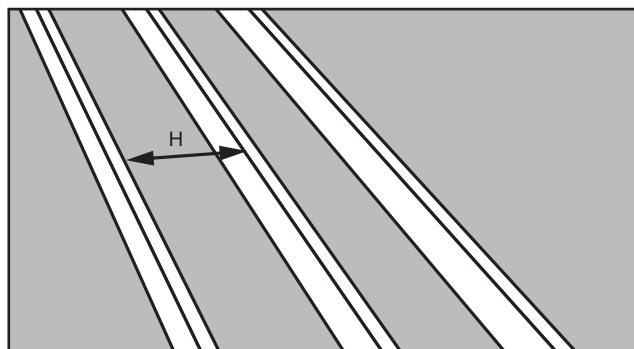

FIGURE 11
- Étape 1.** Mesurez la longueur de rive "H" entre les solives (Voyez la Figure 11).